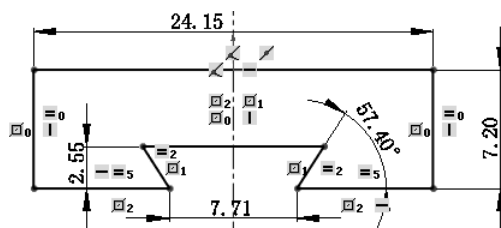

图 5.1.10 创建尺寸约束
③ 创建尺寸约束。单击“草图”工具栏中的  按钮，标注如图 5.1.10 所示的五个尺寸，建立尺寸约束。